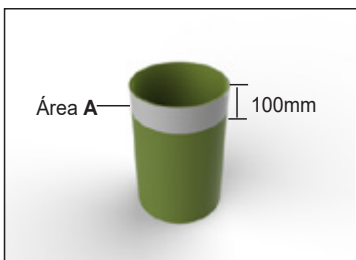

Figura 1
1. Faça um corte nivelado no tubo de revestimento, vide figura 1;